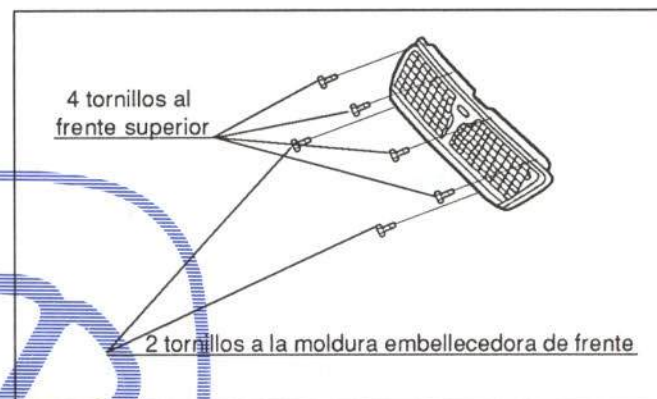

Figura 13.- Fijación de la rejilla frontal
Su fijación se muestra en la figura 13.
- Rejilla frontal (figura 13)